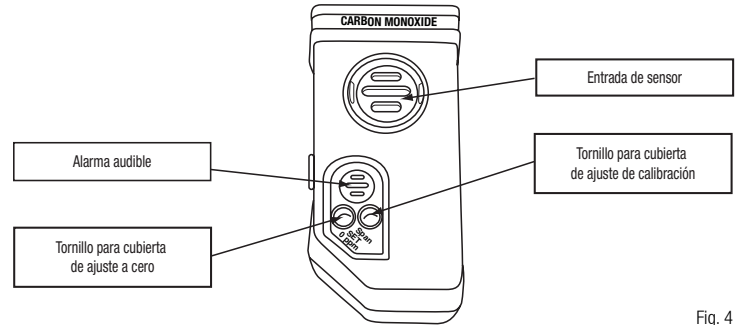

Fig. 4
2. Quite el tornillo de la cubierta para ajuste de cero (Fig. 4).
2. Quite la cubierta del tornillo para ajuste de calibración (Fig. 4).